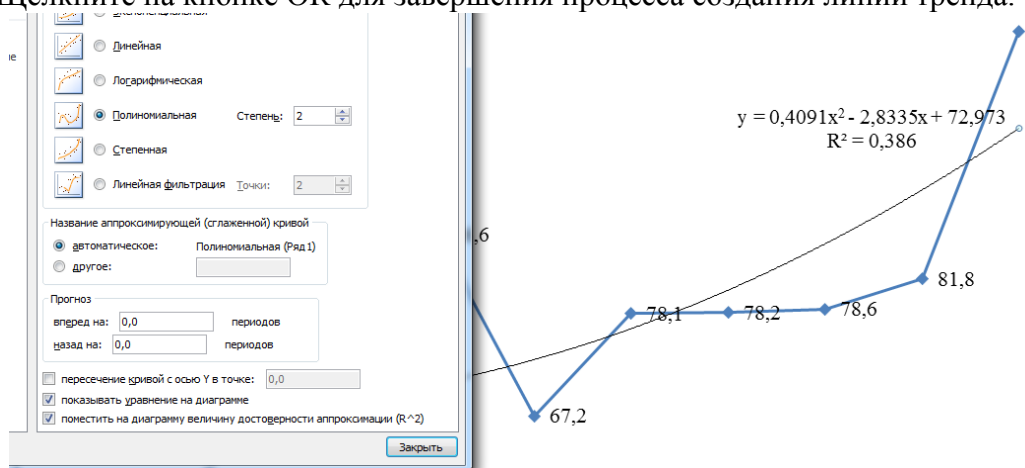

Рисунок 8 - Установка остальных параметров линии тренда выполняется с помощью вкладки Параметры
3. Переключитесь на вкладку Параметры (рис. 8).